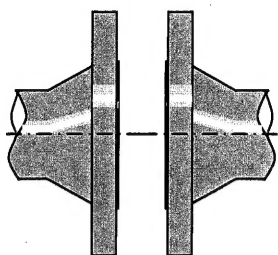

図3 面間が大きい
- ・フランジ面間が大きく開いていると、大きなボルト締付力を与えても、実際のガスケット面圧が小さく、漏れの原因となりますので修正してください。（図3参照）